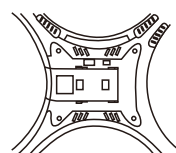

Abbildung 3
1. Öffnen Sie das Akkufach auf der Unterseite des Quadrocopters. (Abbildung3)